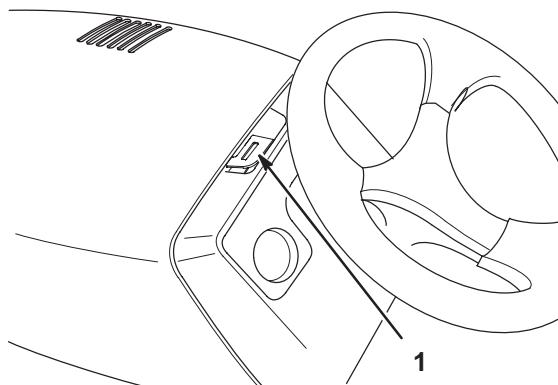

Figura 1
2. Deslice un destornillador en el lado derecho de la ranura mostrada en la Figura 1, y empuje el cierre del capó a la izquierda.